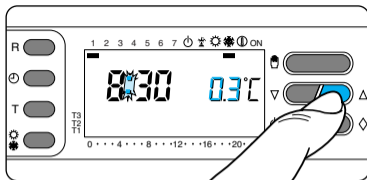

Fig. 77
**15.4** - Premere il pulsante  $\nabla$  oppure  $\Delta$  fino a raggiungere il valore desiderato (fig. 77).